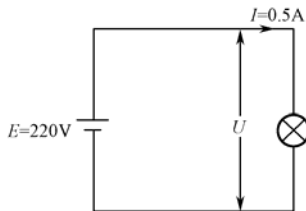

图 1-13 电功率计算例图
**举例:** 在图 1-13 电路中, 灯泡两端的电压为 220V (它与电源的电动势相等), 流过灯泡的电流为 0.5A, 求灯泡的功率、电阻和灯泡在 10 秒钟所做的功。